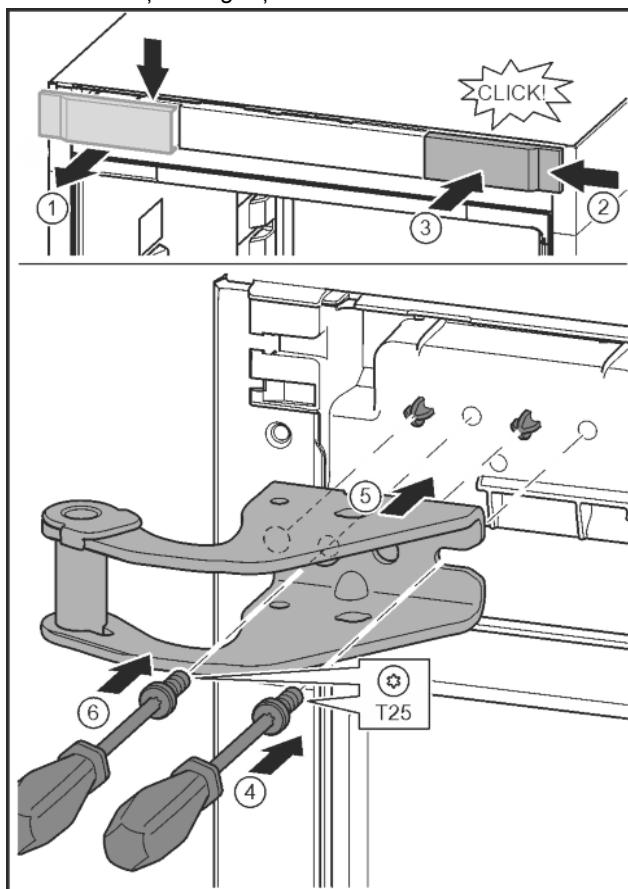

Fig. 12
- Atvienojiet pārsegū un noņemiet sānus. Fig. 12 (1)
- Iekabiniet pārsegū, pagrieztu par 180°, otrajā pusē no labās puses. Fig. 12 (2)
- Nofiksējiet pārsegū. Fig. 12 (3)
- Ar skrūvgriezi T25 pielieciet skrūvi. Fig. 12 (4)
- Pielieciet augšējo gultņa balstu. Fig. 12 (5)
- Aizskrūvējiet skrūvi. Fig. 12 (4)
- Ar skrūvgriezi T25 ievietojet un aizskrūvējiet skrūvi. Fig. 12 (6)